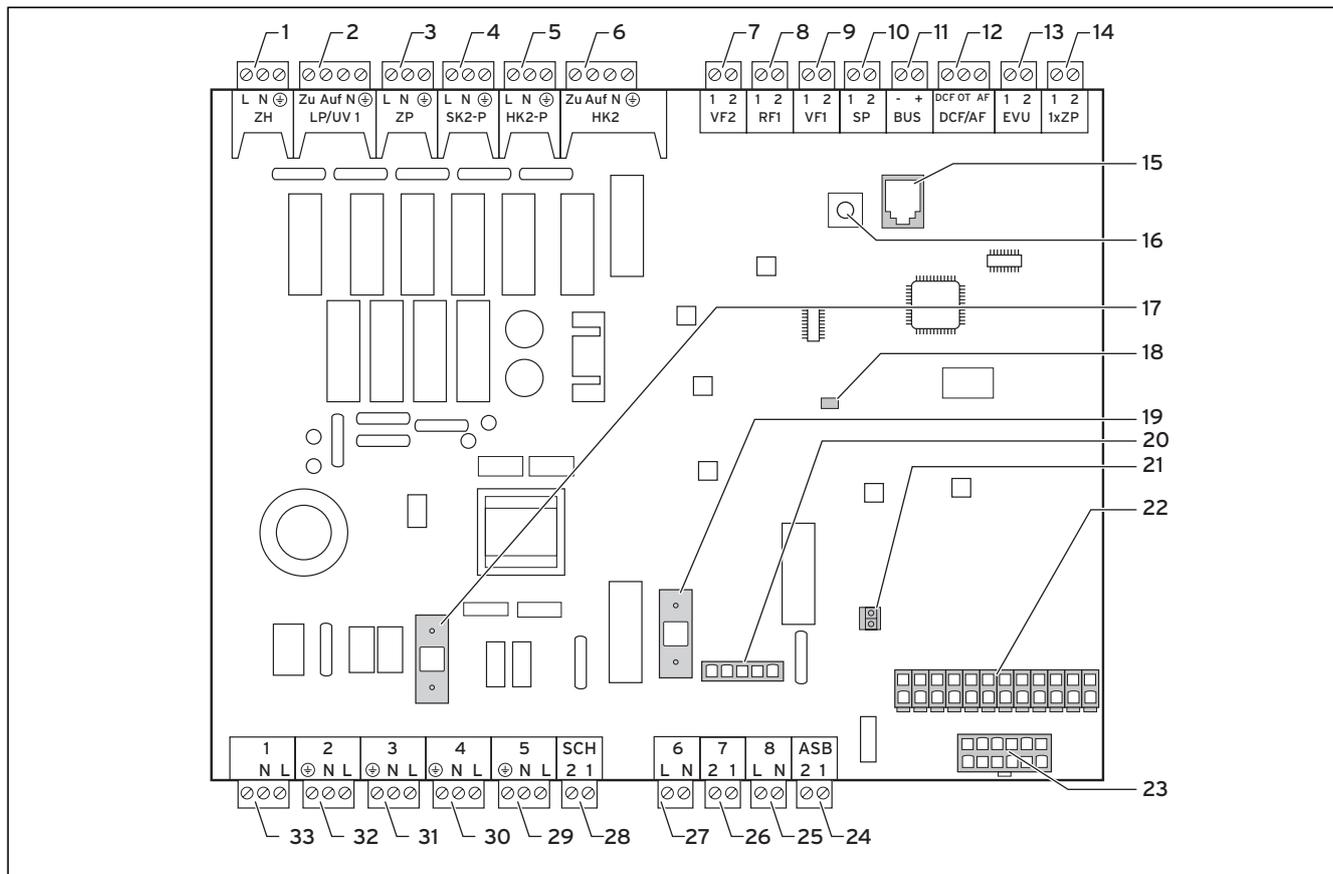

Fig. 6.7 Platina del regulador
- Conecte el relé de la señal de control circular al borne 13 "EVU", en caso de que así lo requiera la empresa de suministro eléctrico. Mediante esta señal se bloquea la bomba de calor con el contacto cerrado (véase fig. 6.7).
- Conecte el suministro permanente de corriente a la alimentación de red de tarifa elevada (2).
- Conecte el suministro de corriente de tarifa reducida a la alimentación de red de tarifa reducida (1).
### Leyenda de la fig. 6.7